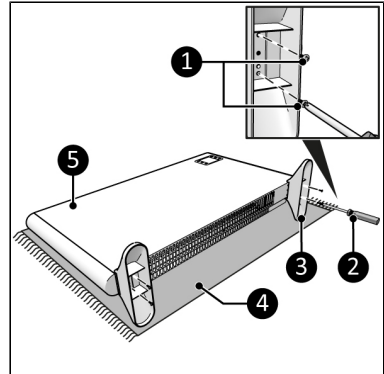

Abbildung 7.
1. Legen Sie das Gerät auf eine stabile weiche Oberfläche (Abbildung 7, Pos. 4).
2. Platzieren Sie die Sockel (Abbildung 7, Pos. 3) an beide Seiten des Hauptkörpers (Abbildung 7, Pos. 5).
3. Schrauben Sie die Sockel fest mit einer kleinen Schraube (Abbildung 7, pos. 1) und einem Kreuzschlitzschraubendreher (Abbildung 7, pos. 2) und ziehen Sie sie fest.